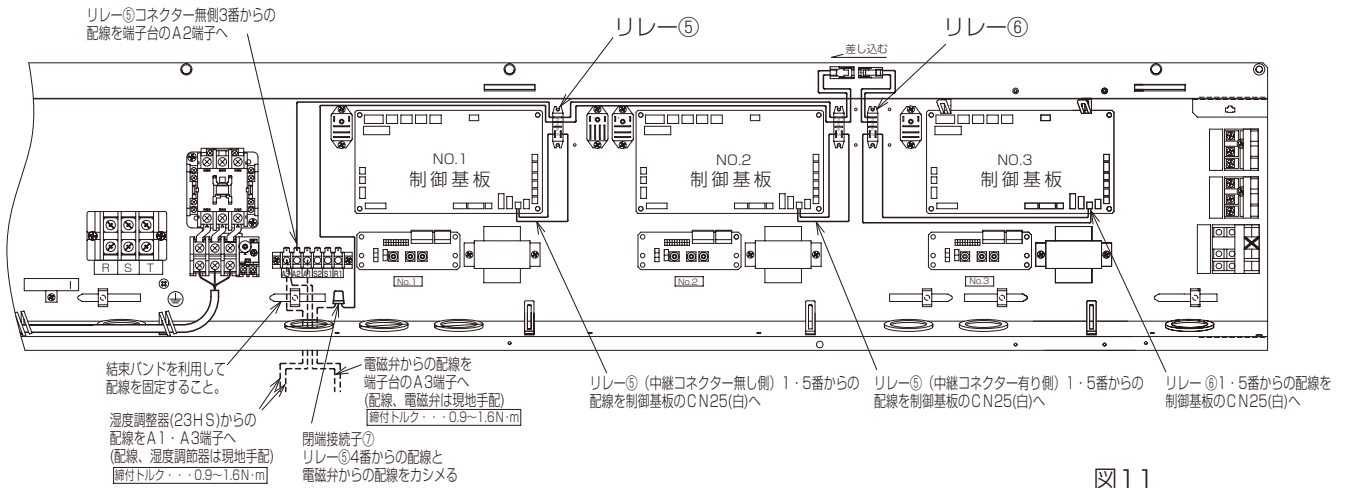
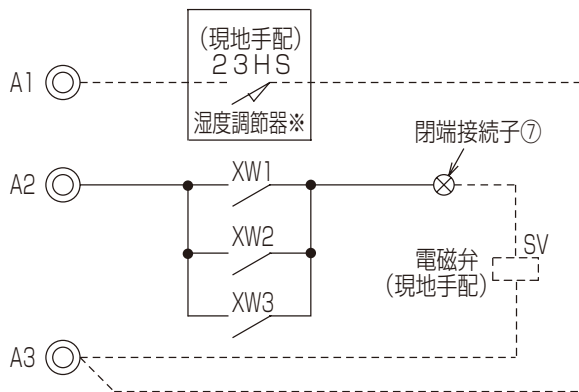

図11
図12
・・・図11
1) リレー⑤・⑥、電磁弁、湿度調節器からの配線を図11、図12、図13を参照して接続してください。